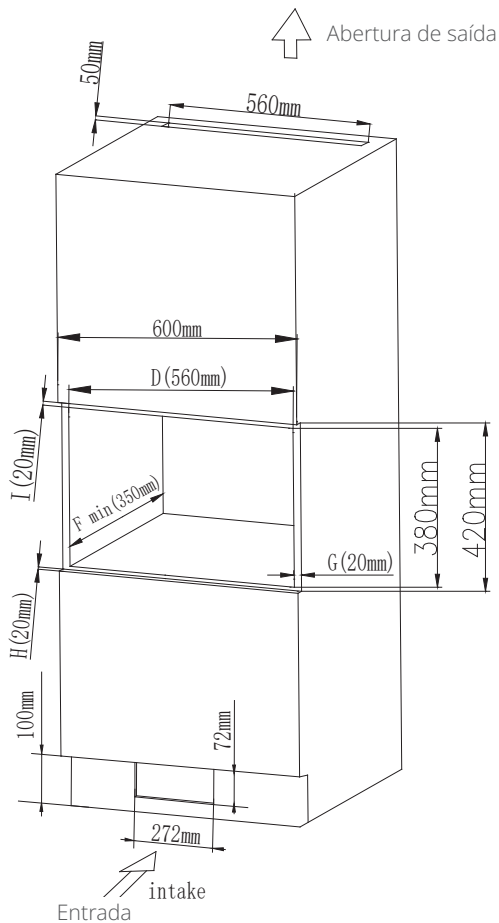

Fig.5
Tamanho da abertura: (D) 560 ± 2 x (E) 380 ± 2 x (F) min 350 ± 2 (mm) como ilustrado na Fig. 5 em "D", "E", "F".